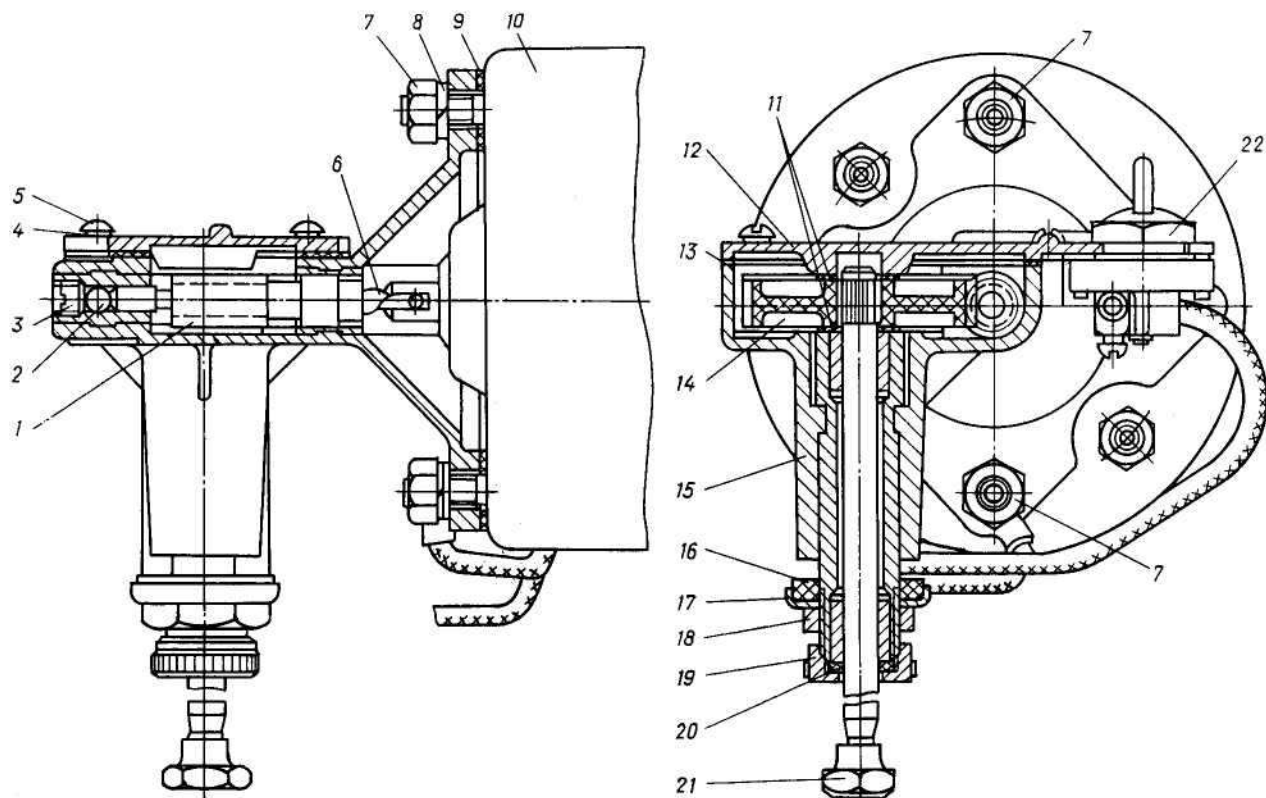

Рис. 238. Редуктор стеклоочистителя с электродвигателем в сборе:
- отвинтите две гайки 7 (рис. 238) крепления двигателя к редуктору, снимите со шпильки провод «массы» электродвигателя, снимите прокладку 9.